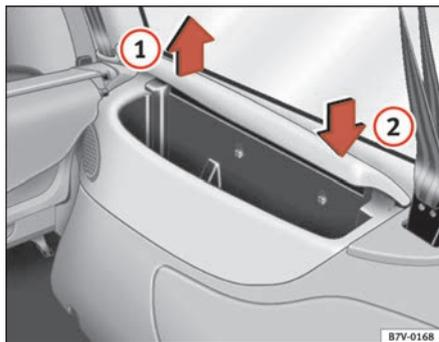

Fig. 102 Portaobjetos del maletero
Para abrir, tire de la tapa en el sentido de la flecha ① ⇒ fig. 102.
Para cerrar, empuje la tapa en el sentido de la flecha ② ⇒ fig. 102 ■